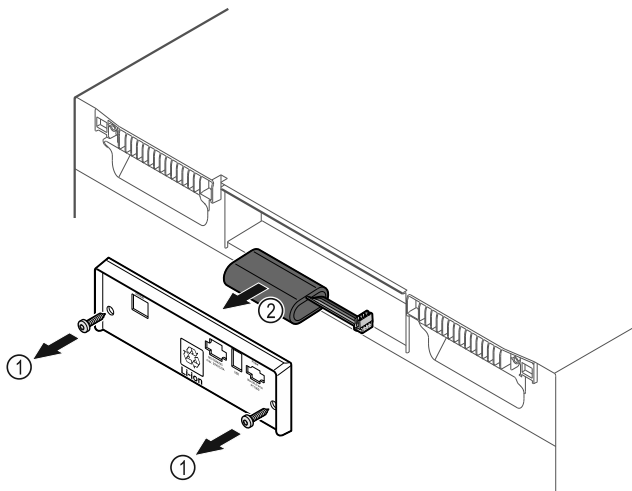

Fig. 186
- ▶ 旋出螺栓并移除冰箱背面的盖板 Fig. 186 (1)。
- ▶ 断开并取出电池 Fig. 186 (2)。